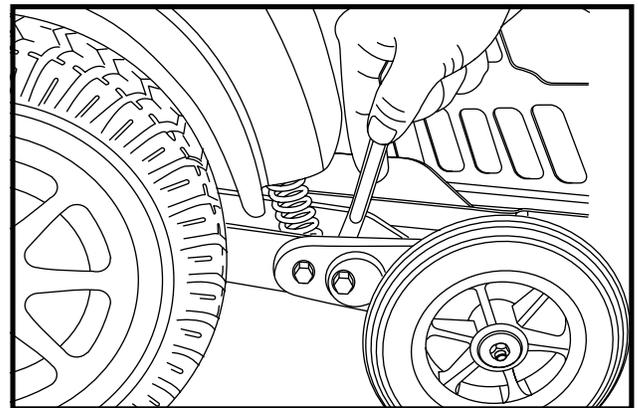

Figure 25. Support d'antibasculer (Desserrez la came)
1. Placez une clé sur l'écrou de blocage du côté intérieur du support de l'antibasculer situé près de l'amortisseur. Voir la figure 25.